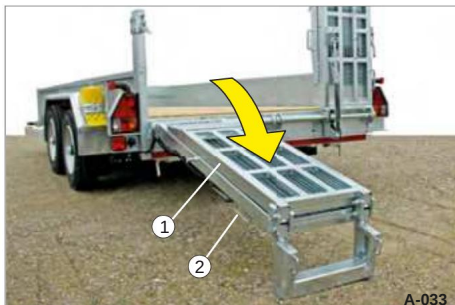

Fig. 35 Sænkning af adgangsrampen
på håndtaget (fig. 35/2).
• Træk eller skub adgangsrampen (fig. 35/1) ned,